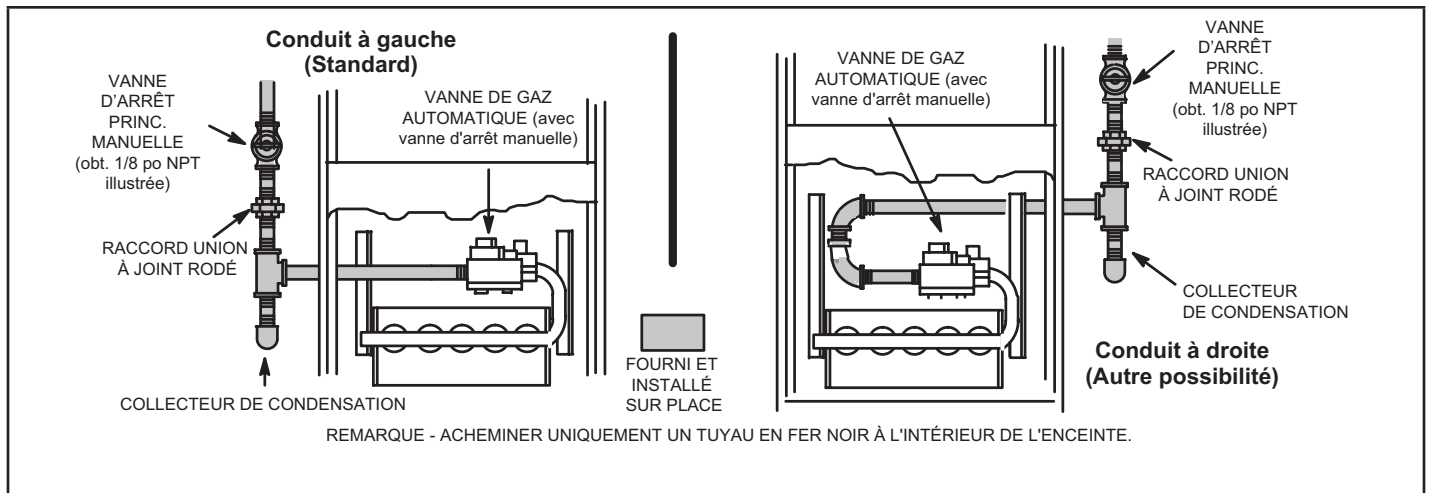

FIGURE 56
- 1 - La canalisation de gaz peut pénétrer dans l'appareil par le côté droit ou le côté gauche. La canalisation d'alimentation entre dans la vanne de gaz par le côté de la vanne, comme illustré à la FIGURE 56. Connecté la canalisation de gaz sur la vanne. La canalisation de gaz doit être serrée à à un couple minimum de 350 livres et un maximum de 800 ;ivres sur la vanne de gaz.
- 3 - La canalisation de gaz ne doit pas traverser les conduits d'air, les chutes à linge sale, les cheminées ou conduits d'évacuation des gaz, les monte-plats ou les cages d'ascenseur. Centrer la canalisation de gaz dans l'ouverture. La canalisation de gaz ne doit pas toucher le côté de l'unité. Voir la FIGURE 56.